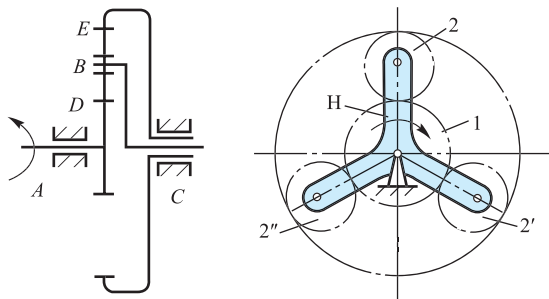

图 3.21 差动齿轮系
(4) 机构中对运动不起作用的对称部分引入的约束为虚约束。如图 3.21 所示的差动齿轮系,只需要一个齿轮 2 便可传递运动。为了提高承载能力并使机构受力均匀,图中采用了 3 个完全相同的行星轮对称布置。这里每增加一个行星轮(包括两个高副和一个低副)便引进一个虚约束。